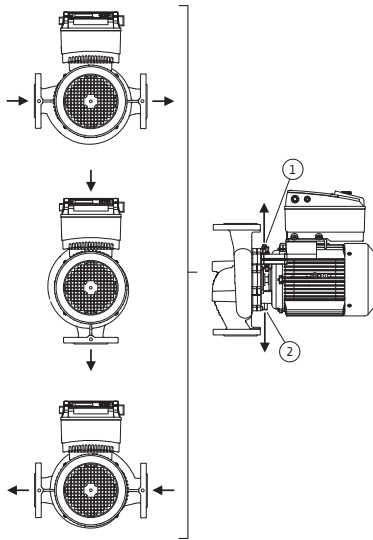

Fig. 18: Tillåtna monteringslägen med horisontell motoraxel
De tillåtna monteringslägena med horisontell motoraxel och elektronikmodul uppåt (0°) visas i fig. 18. De tillåtna monteringslägena med sidmonterad elektronikmodul (+/- 90°) syns ej på bild. Alla monteringslägena utom "elektronikmodul nedåt" (- 180°) är tillåtna. Avluftning av pumpen garanteras endast om avluftningsventilen pekar uppåt (fig. 18, pos. 1).
Endast i denna position (0°) kan det kondensat som bildas föras bort via tillgängligt hål, pumplanterna och motor (fig. 18, pos. 2).